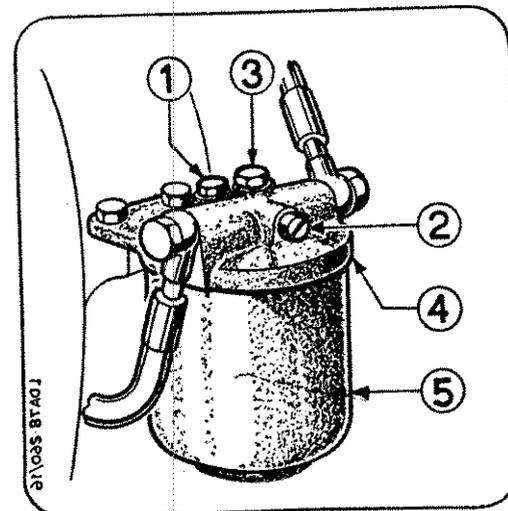

Fig. 7 - FILTRO COMBUSTIBILE
La disaereazione va effettuata alla prima messa in esercizio del motore e in tutti i casi in cui nel circuito iniezione sia entrata dell'aria. Ciò si verifica specialmente quando il motore si ferma per esaurimento del combustibile; per questo consigliamo di evitare che il combustibile arrivi ad esaurirsi completamente. Occorre procedere prima alla **disaereazione del filtro combustibile** nel modo seguente (Fig. 7):
2) **Pulizia del filtro combustibile** (V. Fig. 7). Si raccomanda di eseguire la pulizia del filtro combustibile assai di frequente, nel seguente modo: